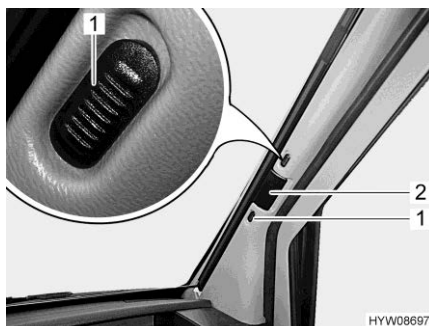

Fig. 46 Tendina oscurante pieghevole (parabrezza)
- Spingere i bottoni di sbloccaggio (Fig. 46,1) verso l'alto o verso il basso (punto rosso = aperto).
- Tirare la tendina oscurante pieghevole del parabrezza per la maniglia (Fig. 46,2) verso il centro della finestra.
- Spingere verso l'esterno le due metà della tendina oscurante pieghevole del parabrezza per la maniglia (Fig. 46,2) fino all'arresto.
- Spingere i bottoni di sbloccaggio (Fig. 46,1) verso l'alto o il basso (nessun punto rosso = bloccato).